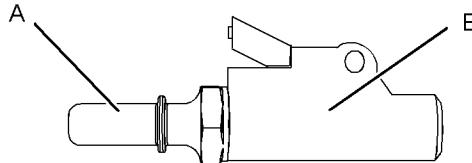

图 57
- 拆下保护盖 (1)。压下阀 (2) 以便排出空气。Perkins 建议使用带有长度合适透明软管的轮胎充气机。请参考图 57。